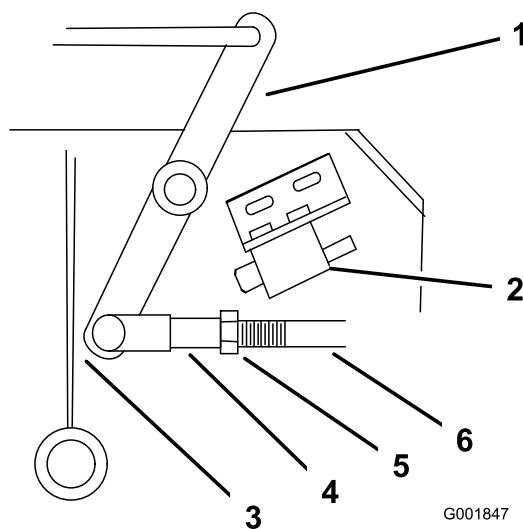

Figure 53
4. Ajustez la longueur de la timonerie de sorte que l'extrémité la plus basse du levier coudé passe juste le renfort de support de l'essieu (Figure 53).
9. Desserrez l'écrou contre la chape (Figure 53).